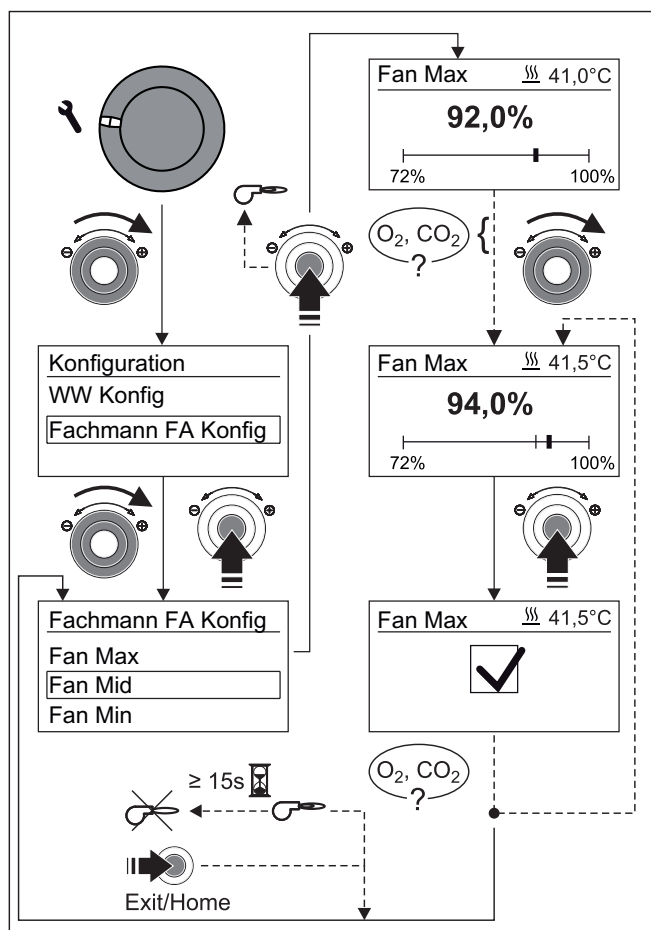

Bild 7-5 Abgasqualität einstellen
- Abgasqualität prüfen und nach Stabilisierung ggf. die Gebläsedrehzahl anpassen (Bild 7-5).